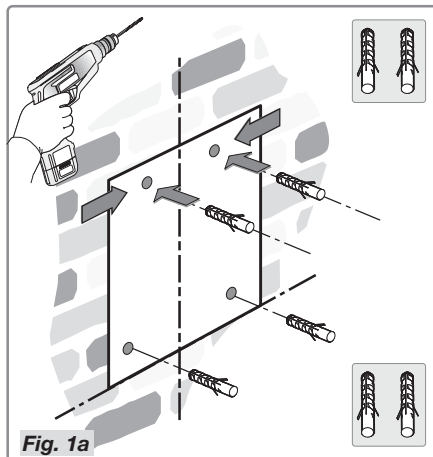

Fig. 1a
- Posizionare il modello sulla parete e assicurare che la base del modello corrisponda alla linea precedentemente tracciata sulla parete. Contrassegnare la posizione dei fori e procedere alla trapanatura (Fig. 1a).